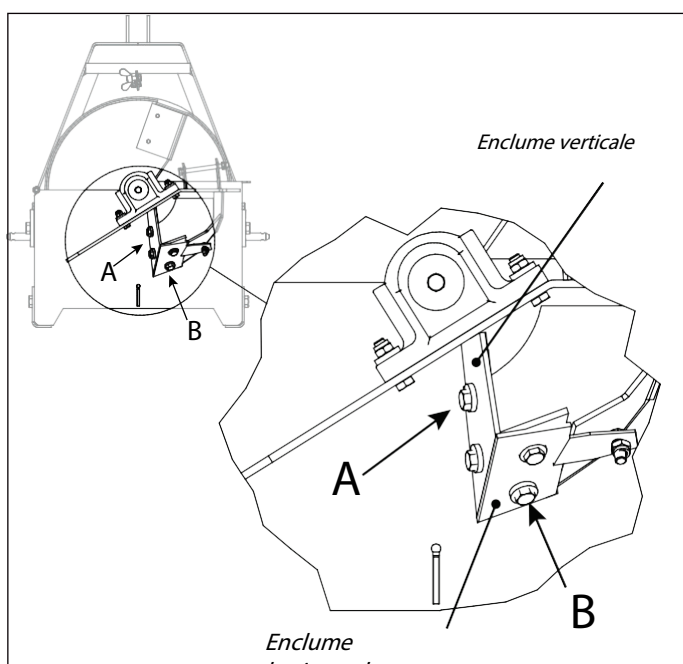

Fig 16. Boulons de fixation de l'enclume
Le boulon de fixation de l'enclume horizontale (B) est situé sous l'ouverture d'alimentation. Fig 16.